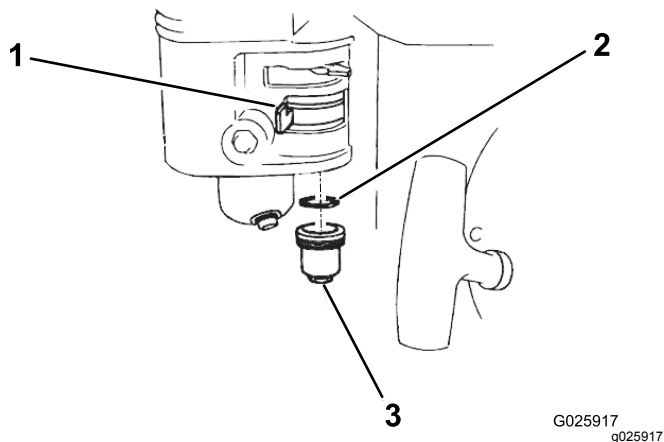

图 33
2. 将燃油切断阀移至关闭位置 图 33。
3. 取下燃油沉淀杯和 O 形圈 图 33。
6. 先将 O 形圈放入燃油切断阀中再安装沉淀杯 图 33。牢固拧紧沉淀杯。